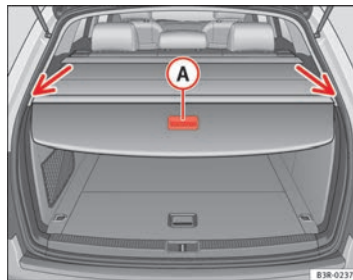

Fig. 120 Hayon ouvert avec couvre-coffre déployé
- Déroulez, à l'aide de la poignée **A** ⇒ fig. 120 le couvre-coffre de manière régulière vers l'arrière du véhicule.
- Accrochez les extrémités de la tringle transversale dans les ouvertures droite et gauche du revêtement latéral ⇒ fig. 120 -flèche-.